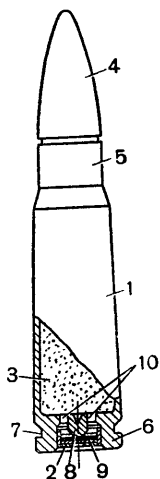

Рис. 46. Боевой патрон:
35. Боевой патрон (рис. 46) состоит из гильзы, капсюля, порохового заряда и пули.